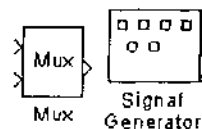

图 6-13
(3) 然后拖动鼠标到 Mux 模块左上边那个输入端口,这时鼠标指针仍保持为十字型,并有一条连线把 Signal Generator 模块和 Mux 模块上面的那个输入端口连接起来(图 6-13)。